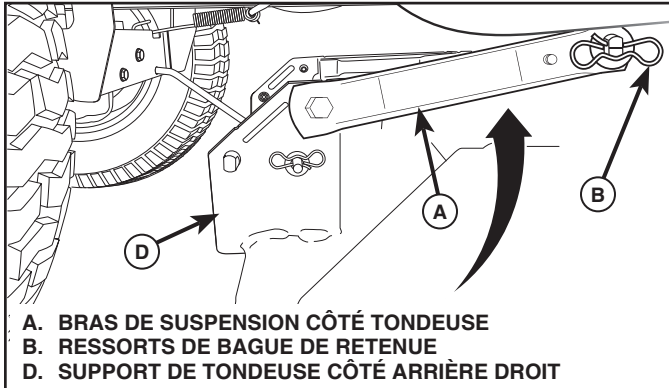

Fig. 30
6. ATTACHER LES BRAS DE SUSPENSION (A) CÔTÉ TONDEUSE AU CHÂSSIS (Voir la Fig. 30)
- Mettre le trou avant du bras de suspension (A) sur la goupille sur l'extérieur du châssis du tracteur et fixer avec la grande rondelle et la grande retenue à ressort (B).